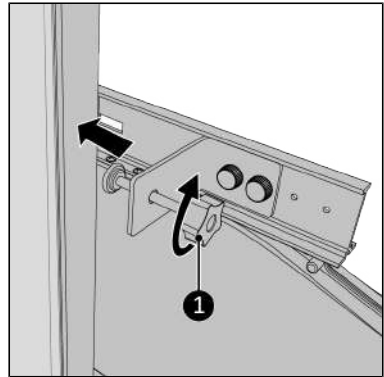

Abbildung 117.
16. Schrauben Sie die Klemmschraube vorsichtig am Fensterrahmen fest (Abbildung 117, Pos. 1).